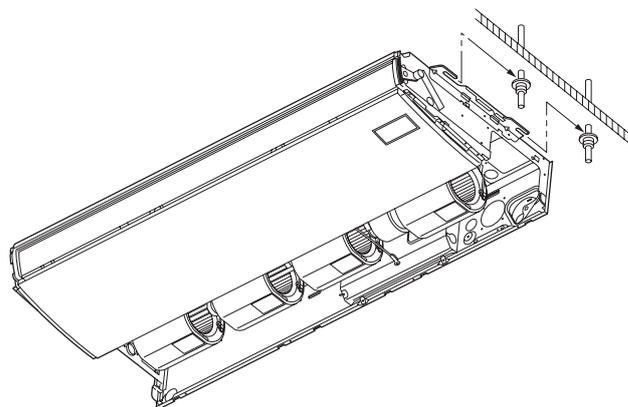

Fig. 3-46
- b) Sollevare l'unità interna e collocarla sulle rondelle attraverso le tacche, per fissarla in posizione. (Fig. 3-46).